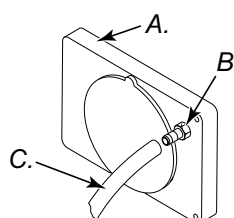

Rysunek 21 - Dysza palnika i złączka zwężkowa dyszy
6. Ostrożnie zdjąć dyszę z łącznika dyszy za pomocą 5/8 calowego klucza nasadowego (zobacz Rys. 21).
9. Zamontować dyszę na łączniku dyszy. Przekręcić o 1/3 obrotu za pomocą 5/8-calowego klucza nasadowego używając siły 4,5 do 5,1 N-m (40 do 45 cal-funt). Zobacz Rys. 21.